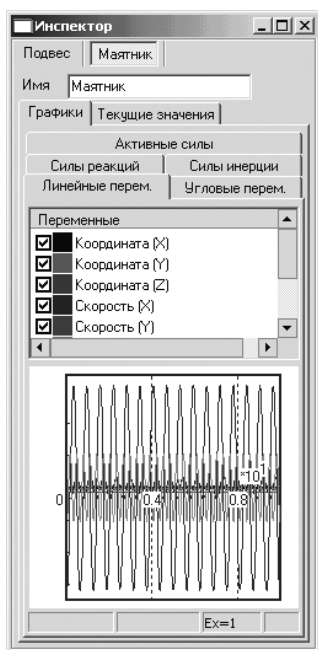

Рис. 1.14. Пример состояния окна **Инспектор** в плавающем режиме
- переместите указатель мыши на верхние две линии в окне **Инспектор**, нажмите левую кнопку мыши и, не отпуская ее, переместите указатель мыши вверх или вниз. Окно **Инспектор** перейдет в плавающий режим. Появится заголовок окна. Пример такого состояния окна **Инспектор** показан на рис. 1.14;